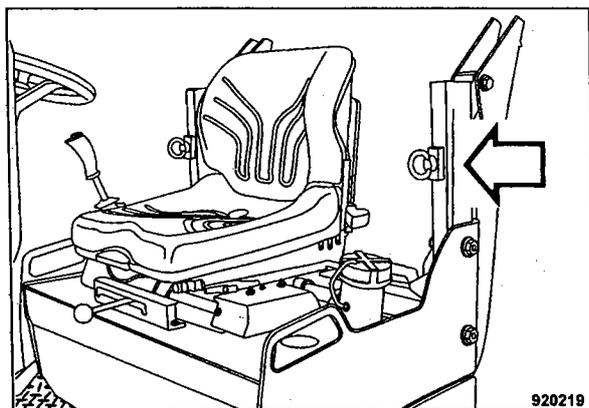

Fig. 86
- Colocar las chapas de apriete de ambos lados en posición vertical (Fig. 86).